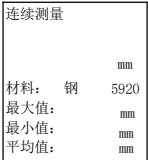

图5
- (1) 长按  键进入主菜单，在主菜单中选择  子菜单按  键进入校准界面（如图5）。